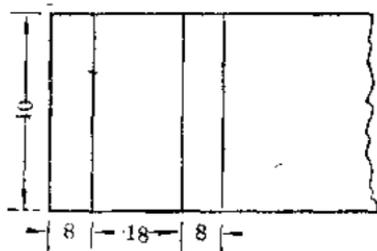
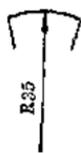

图 6
图 7 转子各极片端视图
v. 做极缘包片 取铁皮刻划出图 6 所示尺寸，共计 5 片，同样分别剪下，叠在一起锉平整，把 4 角锉钝，再用扁头钳弯折成图 7 形状，做成极缘的包片。